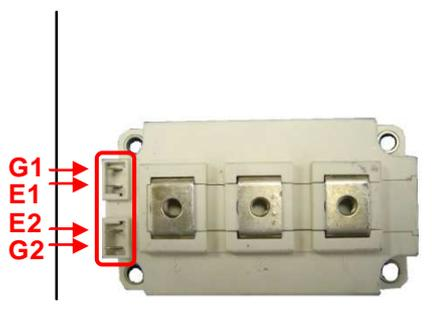

Рис. 6.3.
6.3.3. Установить модуль на радиатор, при этом контакты G1, E1, E2, G2 модуля должны быть обращены к левому краю радиатора (рис. 6.3). Слегка притереть модуль и вкрутить два винта (в прерывателе EI-BR-075H – 4 винта) для предварительного крепления IGBT модуля (рис. 6.3).